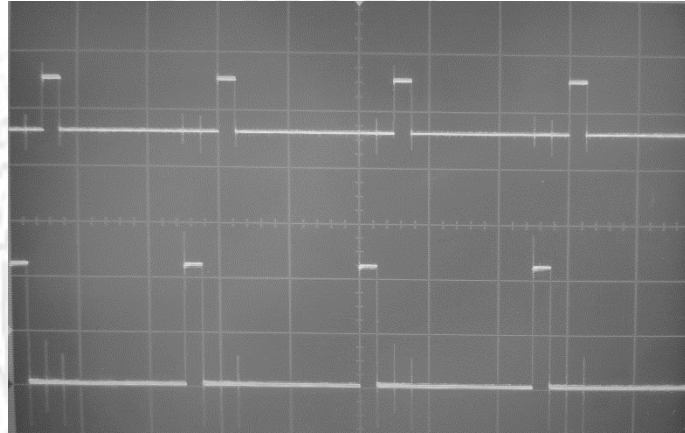

Figura 8.4 Comparación entre TP19 y TP14.
5. Analizar los impulsos de temporización para la inserción de sincronía en la trama, mantener en el canal 1 del osciloscopio el punto TP19 y monitorear con el canal 2 del osciloscopio los pulsos de muestreo relativos TP11/12/13/14 (Figura 8.4).